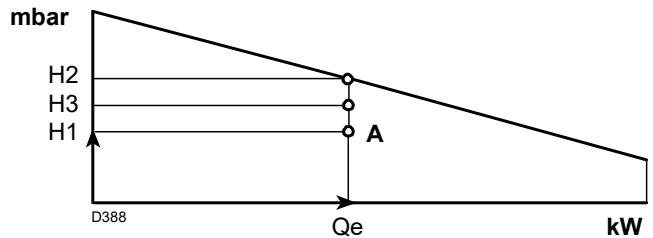

Abb. 3
- 4 Ziehen Sie eine senkrechte Linie vom Punkt A (Abb. 3) und suchen Sie den Höchstdruck H2 des Regelbereichs.
Ist H3 größer als H1 (Abb. 3), kann der Brenner die geforderte Leistung erzeugen.